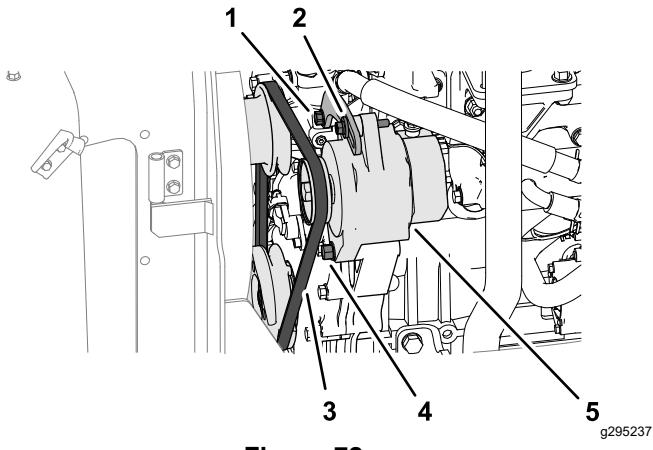

Figura 72
1. Aplique una fuerza de 10 kgf contra la correa del alternador (Figura 72), en el punto intermedio entre las poleas.
- Si la desviación de la correa es inferior a 10 mm, afloje el perno del pivote del alternador y el perno tensor (Figura 72), y reduzca la tensión de la correa.
- Si la desviación de la correa es superior a 10 mm, afloje el perno de pivotе del alternador y el perno tensor (Figura 72), y aumente la tensión de la correa.
Nota: Si es necesario, afloje el perno de la placa tensora (Figura 72).
3. Apriete los pernos (Figura 72).